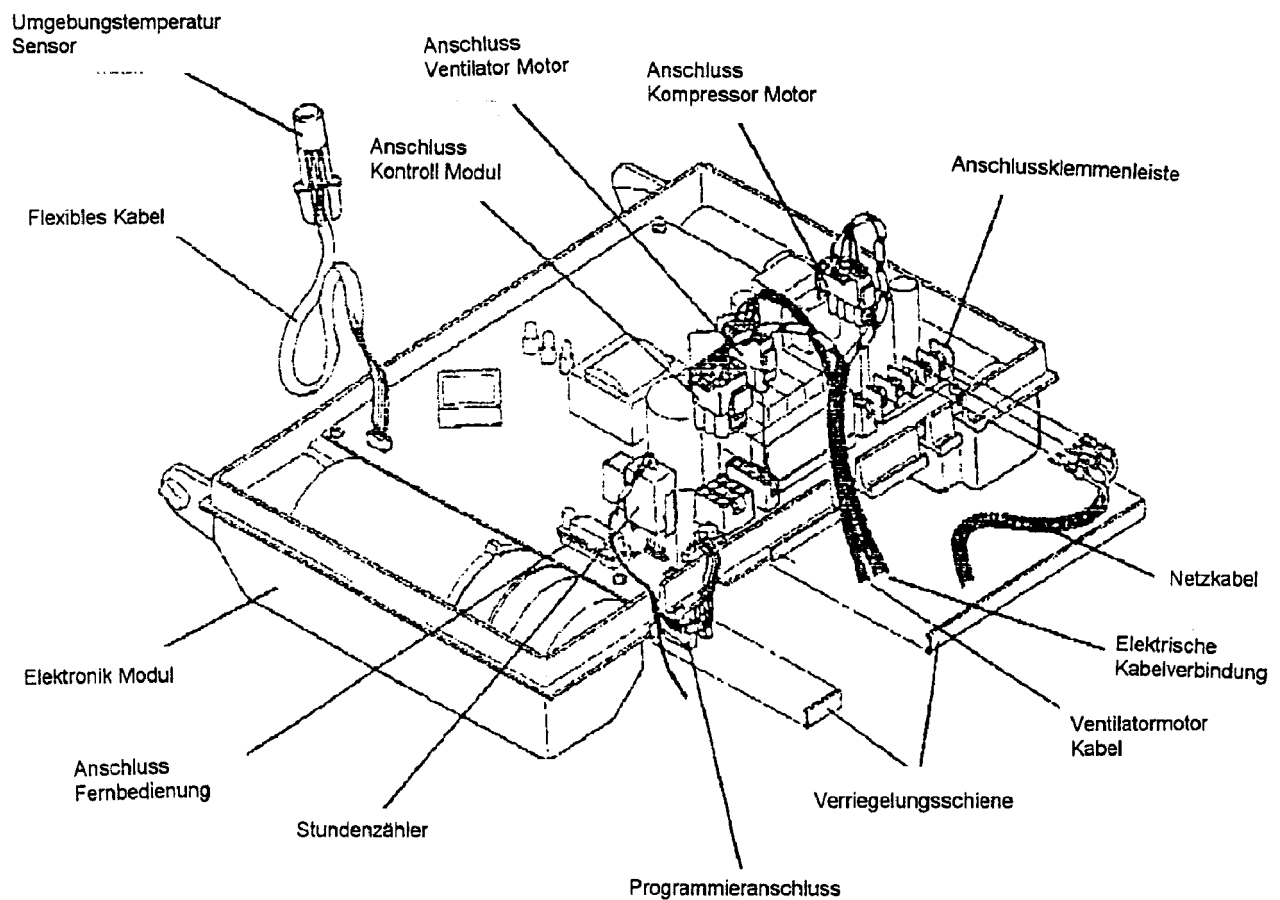

Bild 17 Elektronik Modul
- Ausziehen des Stundenzählers (Bild 17) **nie unter Spannung !!!**
- Ausziehen der 2 Stecker der Ventilator-, Kompressormotor Speisung (Bild 17)
- Lösen der Netzleitungen am Elektronik Modul (Bild 17)
- Steckverbindungen in umgekehrter Reihenfolge (Ausbau Elektronik Modul) einstecken (Bild 17)
- Netzkabel lösen (Bild17)
- Der Anschluss für die Programmiervorrichtung ist unterhalb des Elektronik Moduls untergebracht (Bild 17)